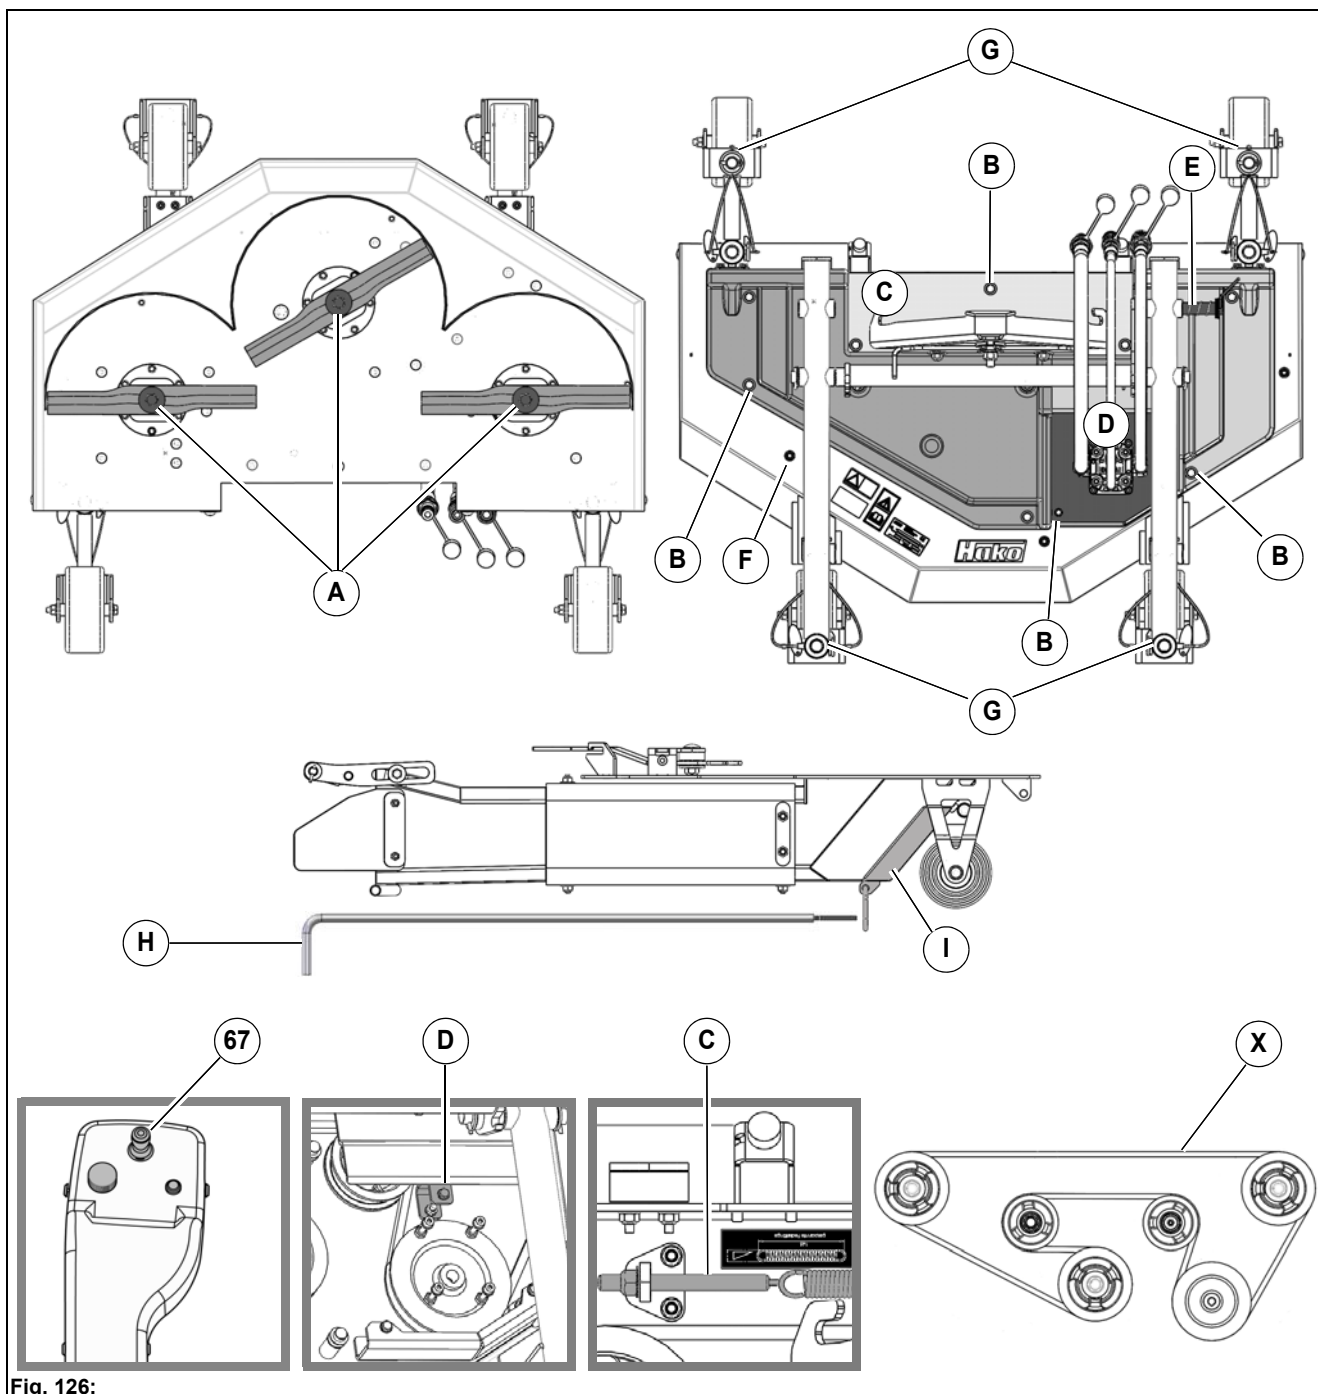

Fig. 126:
2. Desserrer la vis **Fig. 126-A** et la retirer avec la rondelle et la lame de coupe.
2. Desserrer les vis des plaques de recouvrement **Fig. 126-B** et retirer ces dernières.
3. Détendre le ressort de traction à l'aide de la vis **Fig. 126-C** et le décrocher.
4. Retirer les vis du support de la transmission **Fig. 126-D** et retirer la courroie trapézoïdale défectueuse.
5. Introduire une courroie trapézoïdale neuve comme sur la figure **Fig. 126-X**.
2. Mettre le dispositif de coupe en position de nettoyage à l'aide du boulon de verrouillage **Fig. 126-E**.
4. Raccorder le tuyau à eau successivement sur les trois raccords de tuyau **Fig. 126-F** et nettoyer avec un tuyau à eau. Laisser tourner le dispositif de coupe une à deux minutes à cet effet.
3. À l'aide de la lance **Fig. 126-H** ouvrir le volet **Fig. 126-I**. Laisser tourner le ventilateur aspirant une à deux minutes.
- Douilles des supports de roue **Fig. 126-G** (4 pièces)